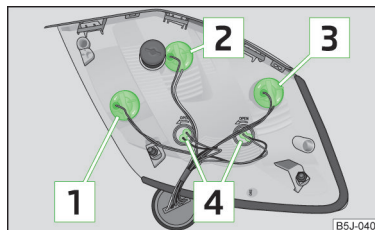

Fig. 163
Disponerea becurilor » fig. 163.
- › Pentru înlocuirea becului, rotiți soclul până la limită în sens opus acelor de ceasornic, și scoateți-l din carcasă » fig. 163.